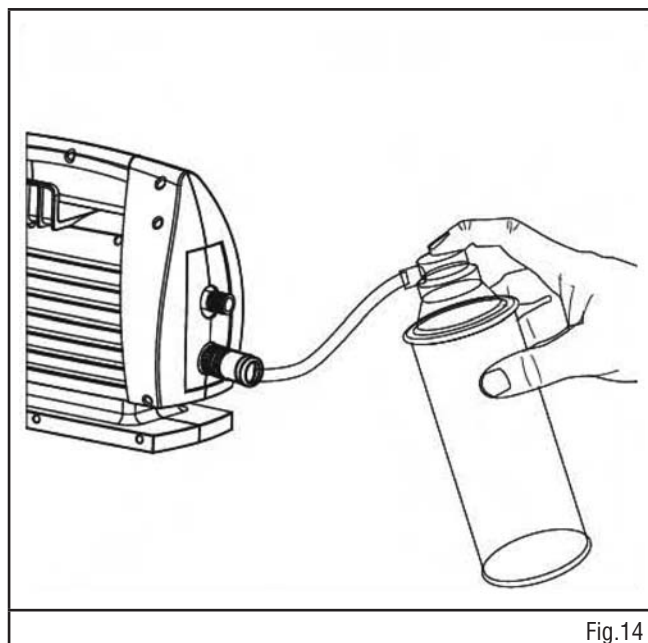

Fig.14
2. Reliez le tuyau du produit de protection pour pompe à l'adaptateur et au manchon à raccordement rapide. (Fig. 14)